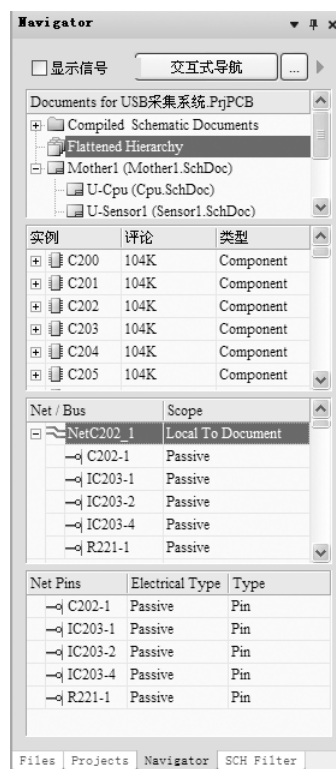

图 5-17 “Navigator” 面板
2) 打开“Navigator”(导航)面板,可以看到在面板上显示了该项目的编译信息,其中包括原理图的层次结构,如图 5-17 所示。